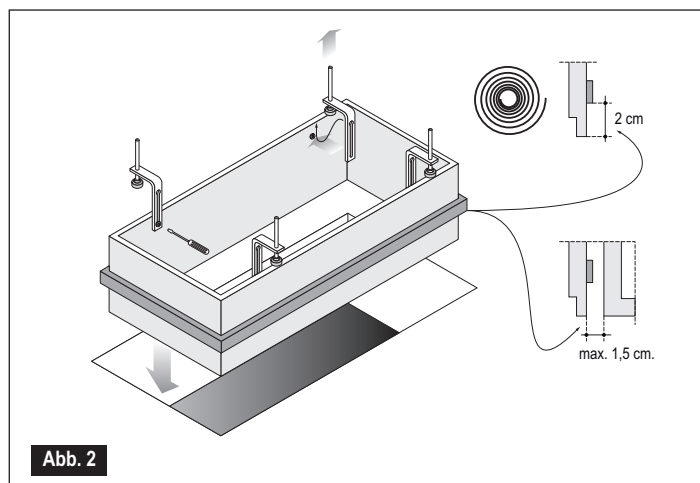
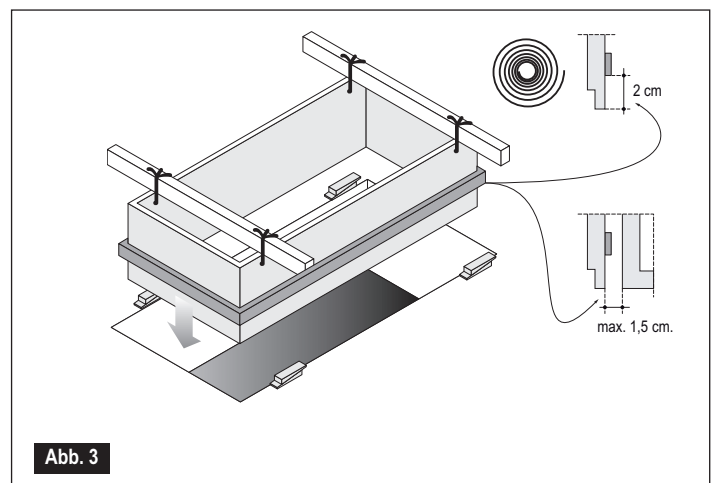

Abb. 2
Abb. 3
- Dazu montieren Sie entweder die 4 Montagehilfen und schrauben die dazugehörigen Schrauben richtig fest (Abb.2), oder Sie befestigen zwei ausreichend stabile Latten auf dem Lukenkasten (Abb. 3) und legen Füllteile zwischen die Latten und den Dachgeschossboden, um den Lukenkasten auf die richtige Höhe zu bringen.
- Verwenden Sie das Kompriband (siehe Abb. 2, 3, 8 und 9), wie in der mitgelieferten, separaten Anleitung beschrieben.
- Hängen Sie das Ganze in die Deckenöffnung (Abb.2 oder 3).